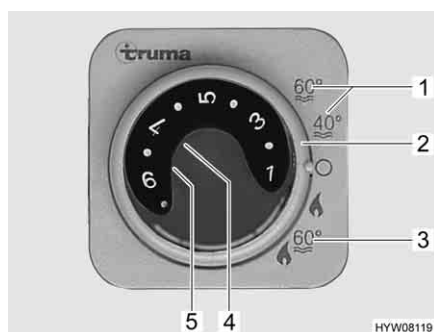

Fig. 129 Centralina di controllo per riscaldamento/boiler
Il boiler è integrato nel riscaldamento e funziona a gas (funzionamento a gas) o a gas o a corrente (funzionamento a gas e funzionamento elettrico a 230 V). Il boiler si accende dalla centralina di controllo (Fig. 129) con l'interruttore girevole (Fig. 129,2). Sul selettore di energia (Fig. 133) viene preselezionato il tipo di energia (funzionamento a gas e elettrico a 230 V).
Durante il funzionamento invernale "Riscaldamento e boiler" (Fig. 129,3), accendendo il riscaldamento è riscaldata automaticamente anche l'acqua nel boiler. Quando il riscaldamento si spegne al raggiungimento della temperatura ambiente desiderata, il boiler continua a riscaldare l'acqua, fino a quando questa raggiunge la temperatura impostata.
Durante il funzionamento estivo (Fig. 129,1) l'acqua è riscaldata soltanto nel boiler fino a 40 °C o 60 °C. L'acqua si riscalda a 60 °C in ca. 25 minuti. La spia di controllo gialla (Fig. 129,5) si accende durante la fase di riscaldamento del boiler.
L'alimentazione di tensione per il boiler non può essere interrotta interrompendo l'alimentazione a 12 V sul pannello di controllo. A seconda del modello, in caso di guasto si accende la spia rossa di controllo (Fig. 129,4) sulla centralina di controllo (vedi capitolo 14).
- Sulla centralina di controllo (Fig. 129) posizionare l'interruttore girevole (Fig. 129,2) su "Funzionamento estivo" (Fig. 129,1).
La spia gialla di controllo (Fig. 129,5) si accende durante la fase di riscaldamento. Al raggiungimento della temperatura dell'acqua desiderata, la fase di riscaldamento termina e la spia gialla di controllo si spegne.
- Sulla centralina di controllo (Fig. 129) posizionare l'interruttore girevole (Fig. 129,2) su "O".
La combinazione funzionamento a gas e funzionamento elettrico a 230 V diminuisce il tempo di riscaldamento del boiler (è possibile solo se il boiler viene impostato sulla centralina di controllo (Fig. 129) su funzionamento invernale).